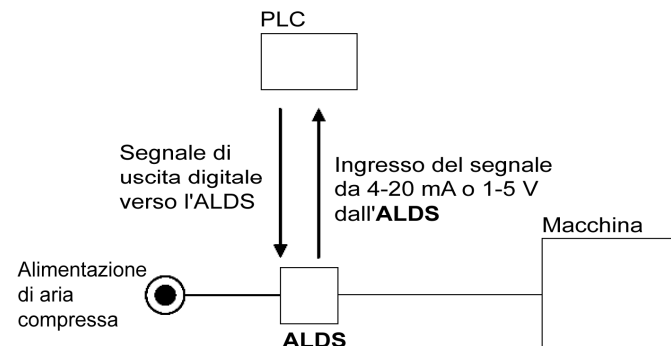

Figura 6
10.2 Requisiti dell'ALDS (vedere Figura 6)